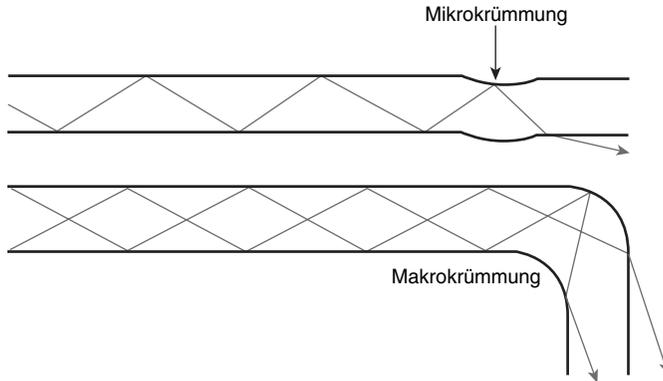

Abbildung 3.29: Makro- und Mikrokrümmung
- **Makrokrümmung.** Eine Makrokrümmung ist eine Verformung, die man sehen kann. Wenn man ein Glasfaserkabel verbiegt, dann kann dies dazu führen, dass einige Lichtstrahlen den kritischen Winkel überschreiten, d. h., das Licht »versickert« im Mantel. Von dort aus gelangt es nur schwer zurück in den Kern, umso leichter allerdings in das Puffermaterial (Abbildung 3.29).